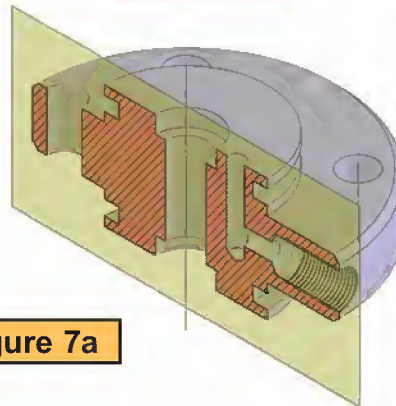

Figure 7a
- Supposer le plan de coupe oblique ramené par rotation dans le prolongement de l'autre plan : (figure 7a)